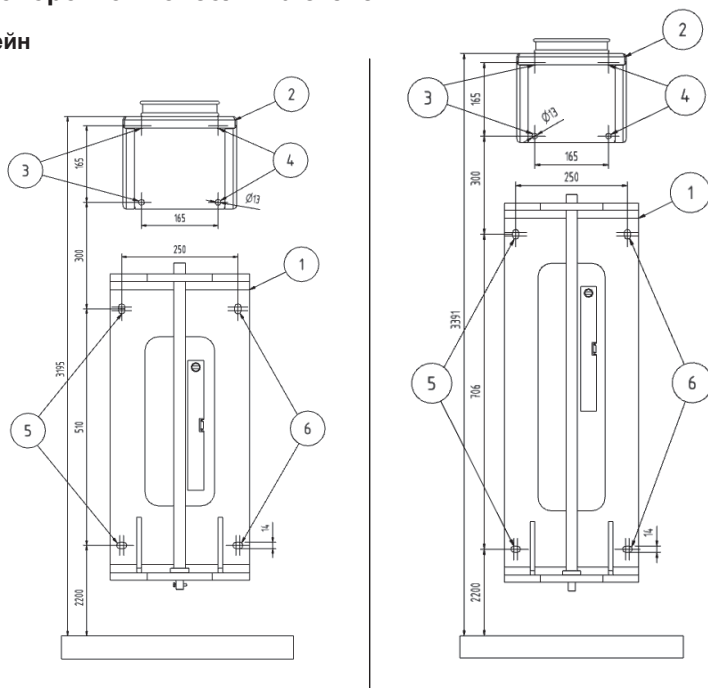

Рис. 2-2
- Зафиксируйте стенной кронштейн (1) для крепления поворотной консоли с вытяжным отверстием (2) на прочном и устойчивом основании при помощи соответствующих винтов и дюбелей.
- Для этого - в зависимости от комплекта поставки - выберите большой или малый стенной кронштейн (1). (см. рис. 2-2)